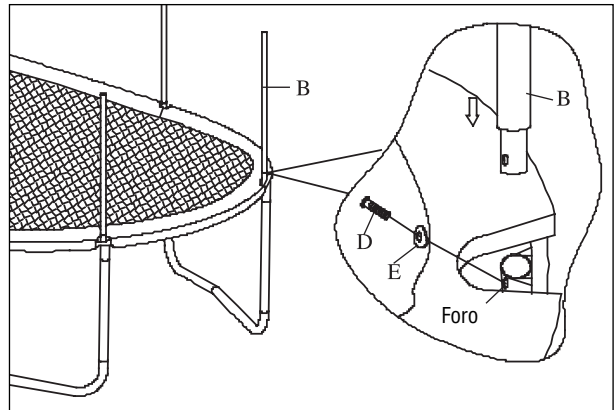

Fig. 1
a) Inserire il tubo inferiore della rete (B) nelle apposite guaine presenti sul telaio del trampolino. Fissare il tubo con una vite (D) e una rondella (E) come descritto nella fig. 1. Ripetere questa operazione per tutti gli 8 tubi della rete.